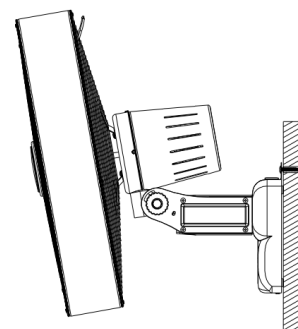

Abb. 3
- Führen Sie die 2 Montagelöcher (9) am Ventilator über die Schraubenköpfe und schieben Sie den Ventilator nach unten, bis er sicher positioniert ist (Abb. 3). Ziehen Sie die Montageschrauben bei Bedarf fest.